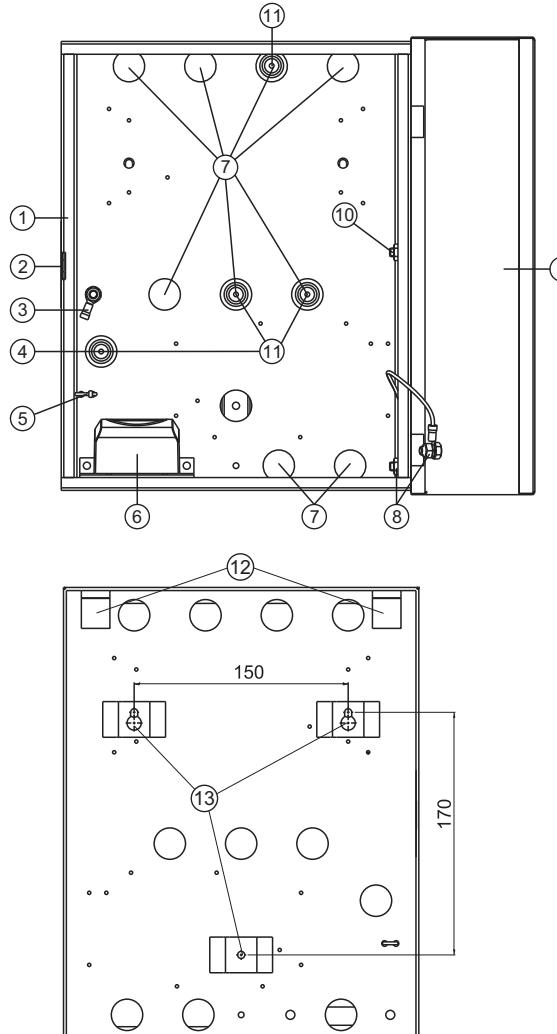

Рисунок 1 - Внешний вид и установочные размеры бокса
Для крепления на стене используются скобы ⑬ (см. рисунок 1) на задней стенке бокса, а также шурупы 4x35 и дюбеля 6x30 из комплекта поставки.